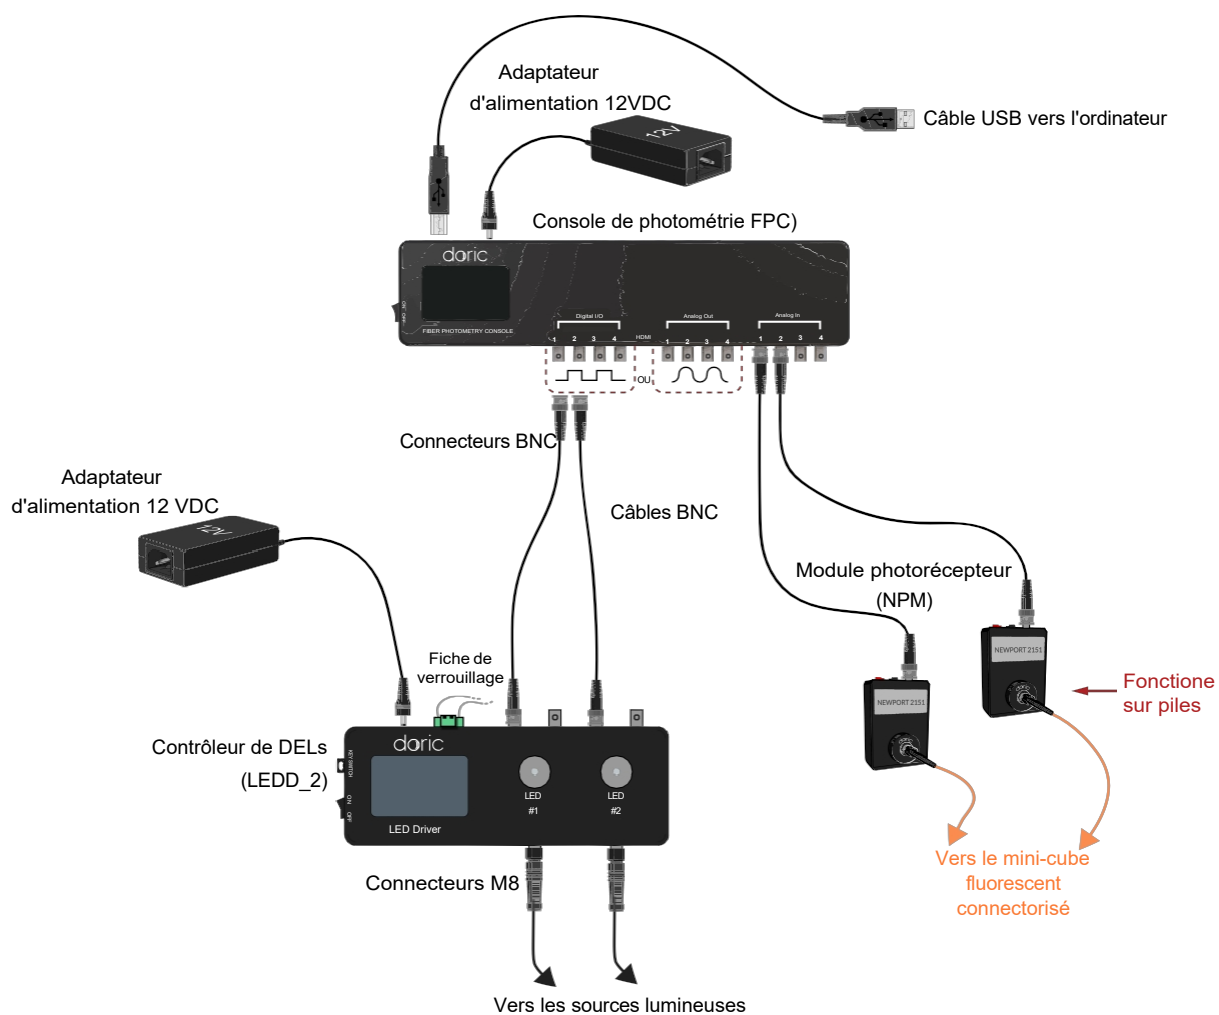

Figure 2.1 : Connexions de la console de photométrie
3. **Connecter les sorties.** Les sorties numériques peuvent envoyer des impulsions TTL (impulsions carrées de 0 à 4,75 V) tandis que les sorties analogiques peuvent envoyer un signal sinusoïdal. Connecter les appareils à l'entrée/sortie numérique ou à la sortie analogique de la *console de photométrie* à l'aide d'un câble BNC (Fig. 2.1).